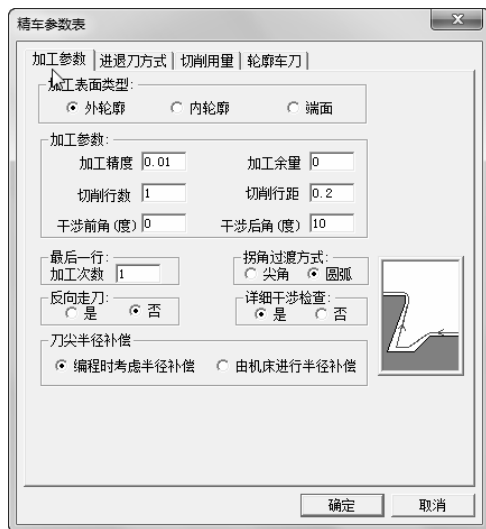

图 6-136 精车加工参数设定
1) 单击“加工参数”选项卡，如图 6-136 所示。设置具体参数如下：加工表面类型：外轮廓；加工精度：0.01；加工余量：0；切削行距：0.2；干涉前角：0；干涉后角：10；最后一行加工次数：1；拐角过渡方式：圆弧；反向走刀：否；详细干涉检查：是；刀尖半径补偿：编程时考虑半径补偿。